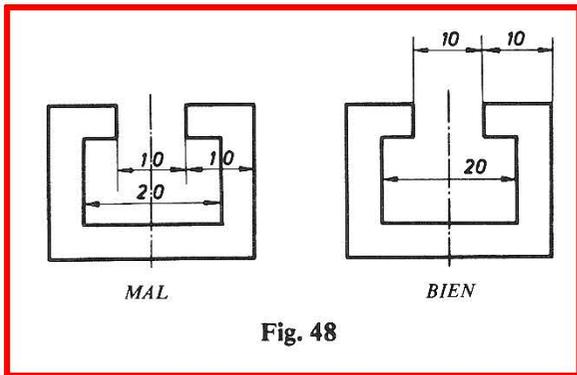

Fig. 48
h) Las cifras de cota no deben ser interrumpidas por ninguna línea, ya sea de cota, de referencia, de eje o arista del cuerpo. Para evitarlo se desplazará la cifra de cota y si no se pudiera, se interrumpirá la línea correspondiente. (Fig. 48.)